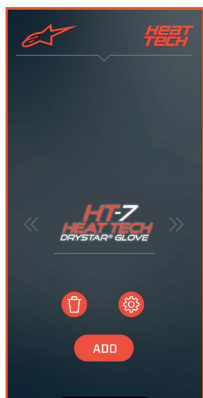

図 3
g. 接続が完了したら、ツールのアイコンをクリックすると、アルパインスターズ Heat Tech アプリのシステム管理画面にアクセスできるようになります。ゴミ箱のアイコンをクリックすると、アプリと製品のペアリングを解除することができます（アプリの図 3 を参照）。